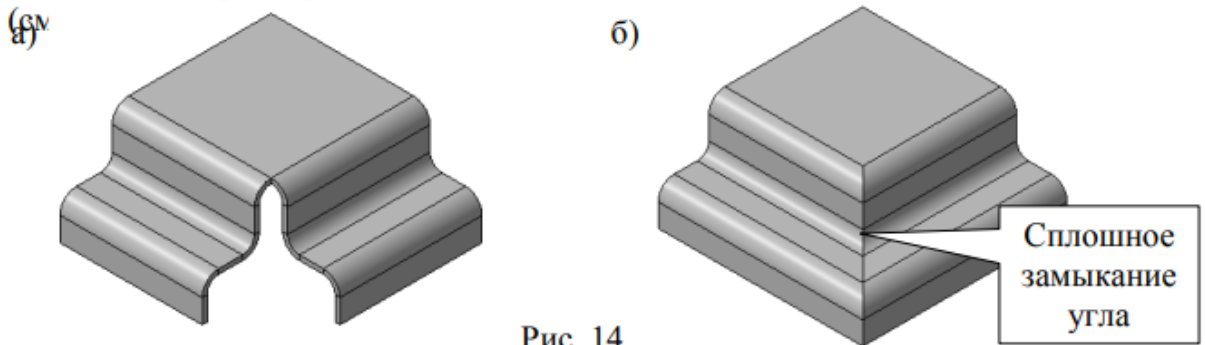

Рис. 14
96. Какие параметры необходимо задействовать на Панели свойств системы КОМПАС-3D, чтобы, при использовании операции Замыкание углов (см. рис. 14, а), стало возможным создание сплошного замыкания, примыкающих к углу трехмерной модели листовой детали, сгибов и их продолжений (см. рис. 2, б)?
97. Какие численные значения радиуса (R) необходимо задать в соответствующих полях ввода на Панели свойств системы КОМПАС-3D, чтобы, при Рис. 14 а) б) Сплошное замыкание угла использовании операции Открытая штамповка, стало возможным создание трехмерной модели открытой штамповки листовой детали с радиусом скругления ($R_{ск}$) ее внешних боковых ребер и внутренних ребер основания равным толщине листового материала (S)?